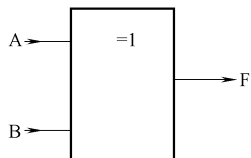

图 14-35 异或门电路符号
2) 异或门电路。如图 14-35 所示是异或门电路符号。这种逻辑门电路只有两个输入端，一个输出端。